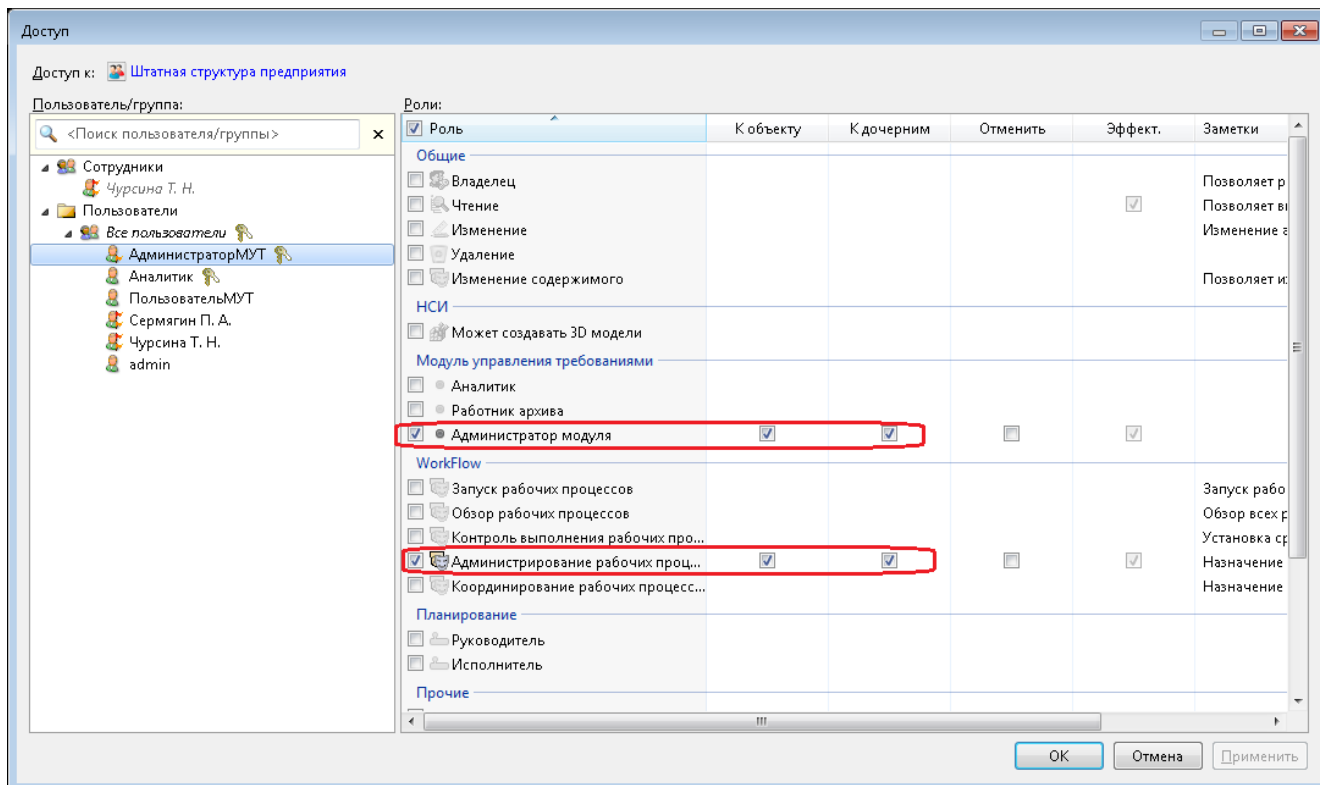

Рисунок 345 — Настройка прав доступа для пользователя - Администратора МУТ
- 3) нажать «Применить» (Рисунок 345);